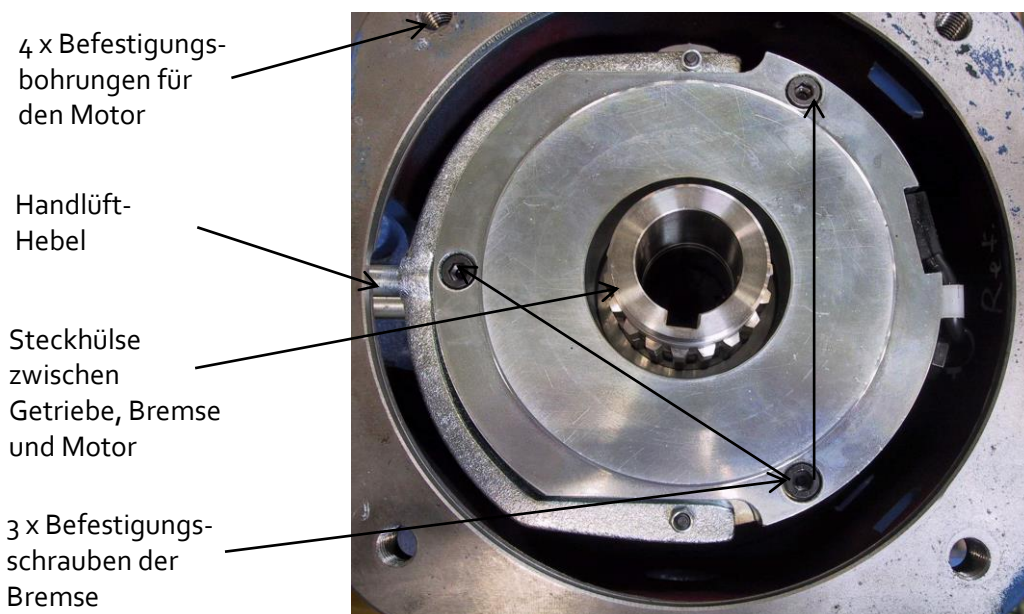

Abb. 19: Blick auf Flanschgehäuse und Bremse bei abgenommenem Motor
- Lösen Sie die 3 Befestigungsschrauben der Bremse und heben Sie die Bremse ab. (siehe Abb. 19)